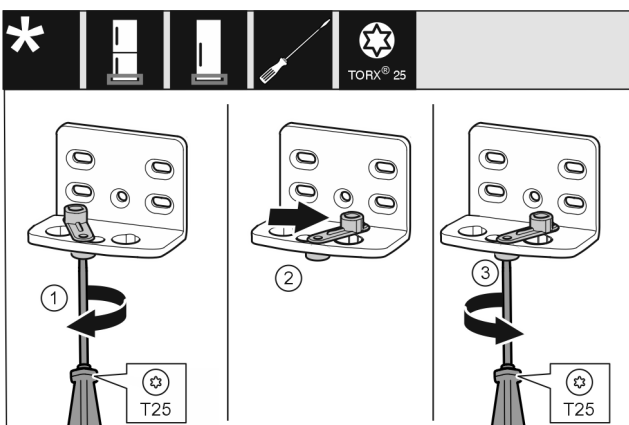

Fig. 12
- ▶ Lazán tekerje be a csavart Fig. 12 (1) csavarhúzóval.
- ▶ Emelje meg az ajtó záródását segítő egységet Fig. 12 (2), és 90°-kal jobbra forgatva tekerje be a furatba.
- ▶ Húzza meg a csavart Fig. 12 (3) csavarhúzóval.